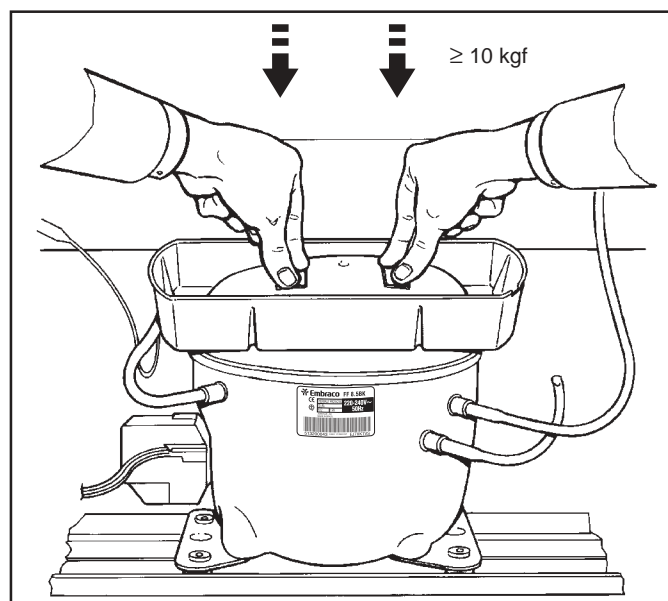

Figura 4
- 4) La fijación de la bandeja al compresor debe ser hecha por medio de una fuerza igual o superior a 10 kgf perpendicular sobre la bandeja, en la región del adhesivo, de acuerdo con la figura 4.